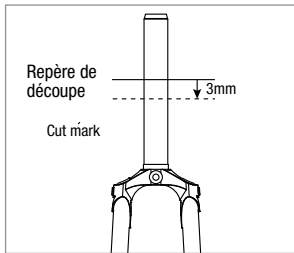

Figure 5
9. Localisez le repère effectué à l'étape 8. Mesurez 3 mm vers le bas et faites un nouveau repère de découpe (Fig. 5).